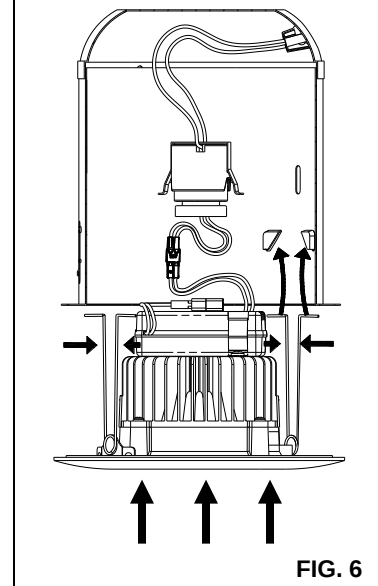

FIG. 6
5. Mete todos los cables en el PORTALÁMPARAS y empuje con cuidado la reconversión ADAPTADOR DECORATIVO en PORTALÁMPARAS. (NOTA: Para proporcionar suficiente espacio en los PORTALÁMPARAS de poca profundidad, con cuidado posicione el ADAPTADOR DEL ZÓCALO y el enchufe al lado de la CONTROLADOR antes de insertar el RECONVERSIÓNADO ADAPTADOR DECORATIVO en el PORTALÁMPARAS). **(FIG. 6)**
6. Monte el CONTROLADOR nuevo en el DISIPADOR DE CALOR utilizando los TORNILLOS DEL CONDUCTOR que retiró anteriormente. **(FIG. 6)**